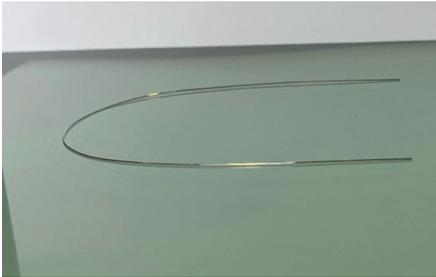

Figura 1.2.3.
- ~ Permanecer plano (figura 1.2.3).